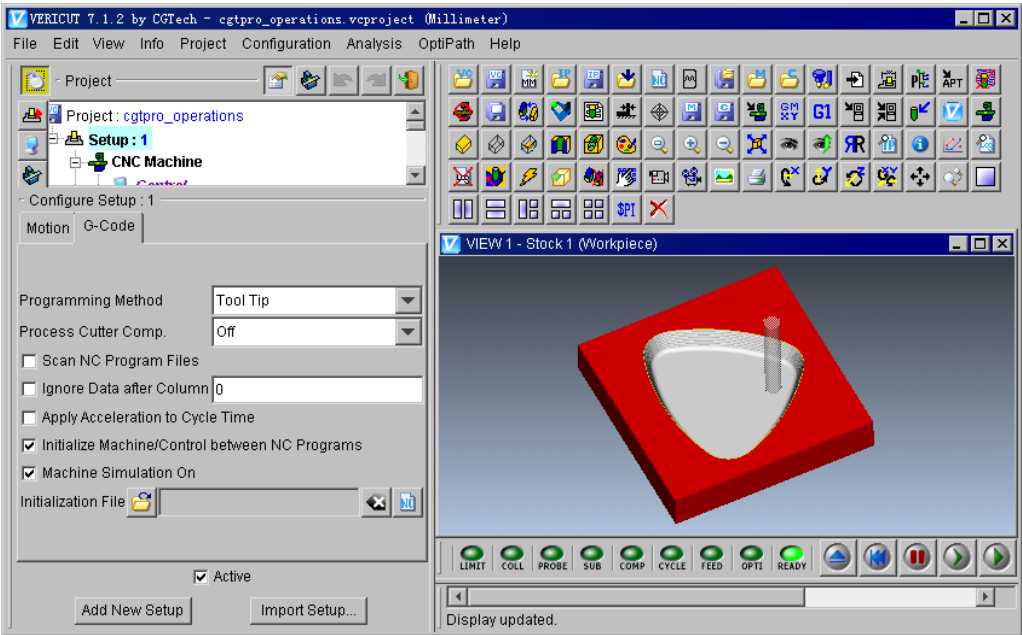

图 19.2.27 “VERICUT 7.1.2 by CGTECH”窗口
Step1. 在  **PLAY PATH (播放路径)** 菜单中选择 **NC Check (NC 检查)** 命令, 系统弹出图 19.2.27 所
示“VERICUT 7.1.2 by CGTECH”窗口，单击按钮，观察刀具切割工件的运行情况，运行结果如图 19.2.27 所示。